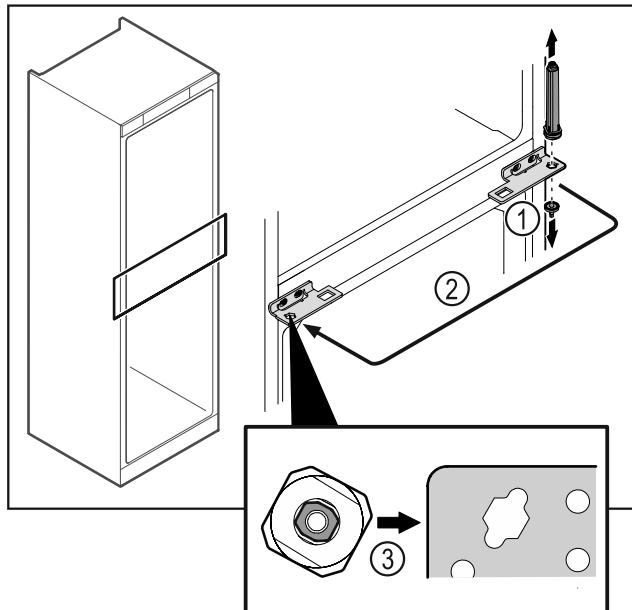

Fig. 38
- ▶ Dévisser l'axe de la charnière Fig. 38 (1).
- ▶ Changer le système de fermeture de la porte Fig. 38 (2) de côté.
- ▶ Lors de la mise en place, veiller à l'orientation correcte du système de fermeture de la porte Fig. 38 (3).